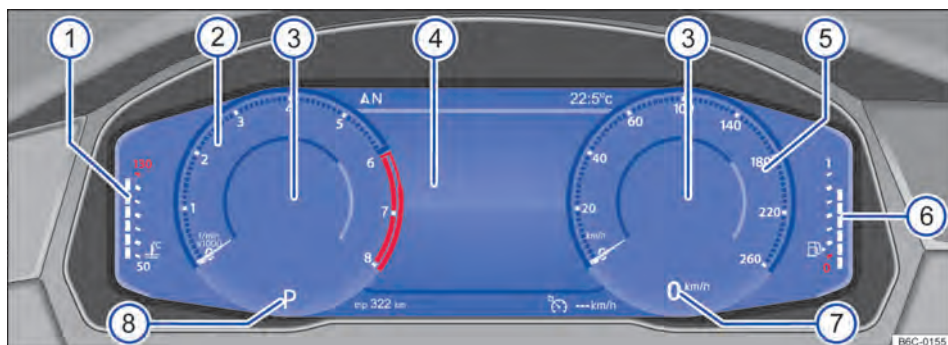

Fig. 10 Active Info Display en el panel de instrumentos.
Explicaciones sobre los instrumentos → fig. 10:
Dependiendo del perfil de información seleccionado, el Active Info Display muestra informaciones adicionales en el centro de instrumentos redondos → fig. 10③. Los siguientes perfiles de información pueden ser seleccionados: